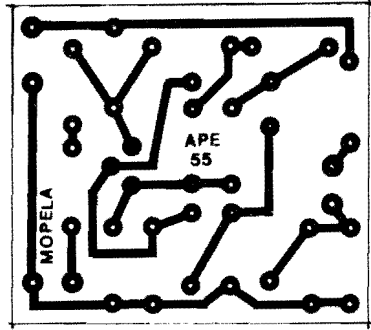

Fig.2
**- FIG. 2 - LAY OUT DO CIRCUITO IMPRESSO ESPECÍFICO** - A placa não tem um padrão muito complexo de ilhas e pistas, mesmo porque a quantidade de componentes é baixa, permitindo razoável "descongestionamento" (e ainda assim mantendo as dimensões finais suficientemente pequenas para que não fique complicada a eventual "multiplicação" dos módulos, conforme já sugerido...). Estando a figura em tamanho natural, torna-se fácil copiar diretamente o padrão, com carbono, sobre a face cobreada de uma plaqueta de fenolite nas convenientes dimensões... Os processos convencionais de traçagem, corrosão, limpeza e furação devem então ser sua sequência, terminando por uma rigorosa conferência, na qual devem ser atentamente buscados lapsos, falhas, "curtos" e todo e qualquer defeitinho, que **deve** ser corrigido **antes** de se iniciar a inserção e soldagem dos terminais de componentes... Dois encartes permanentes de APE, as **INSTRUÇÕES GERAIS PARA AS MONTAGENS** e o **TABELÃO APE** (ambos sempre colocados nas primeiras páginas da Revista...) devem ser consultados pelo Leitor/Hobbysta novato, na busca de importantes subsídios práticos, conselhos, "dicas" e "macetes" relacionados ao bom aproveitamento da técnica de montagem em Circuito Impresso, e também no próprio "reconhecimento" dos componentes, seus valores, terminais, códigos, polaridades, etc. No mais, as ilustrações que acompanham as descrições dos Projetos publicados em APE são sempre muito claras, estilizadas segundo normas que desenvolvemos ao longo dos anos, sempre visando **transmitir** com grande perfeição a disposição física das montagens e componentes, bem como suas interligações...